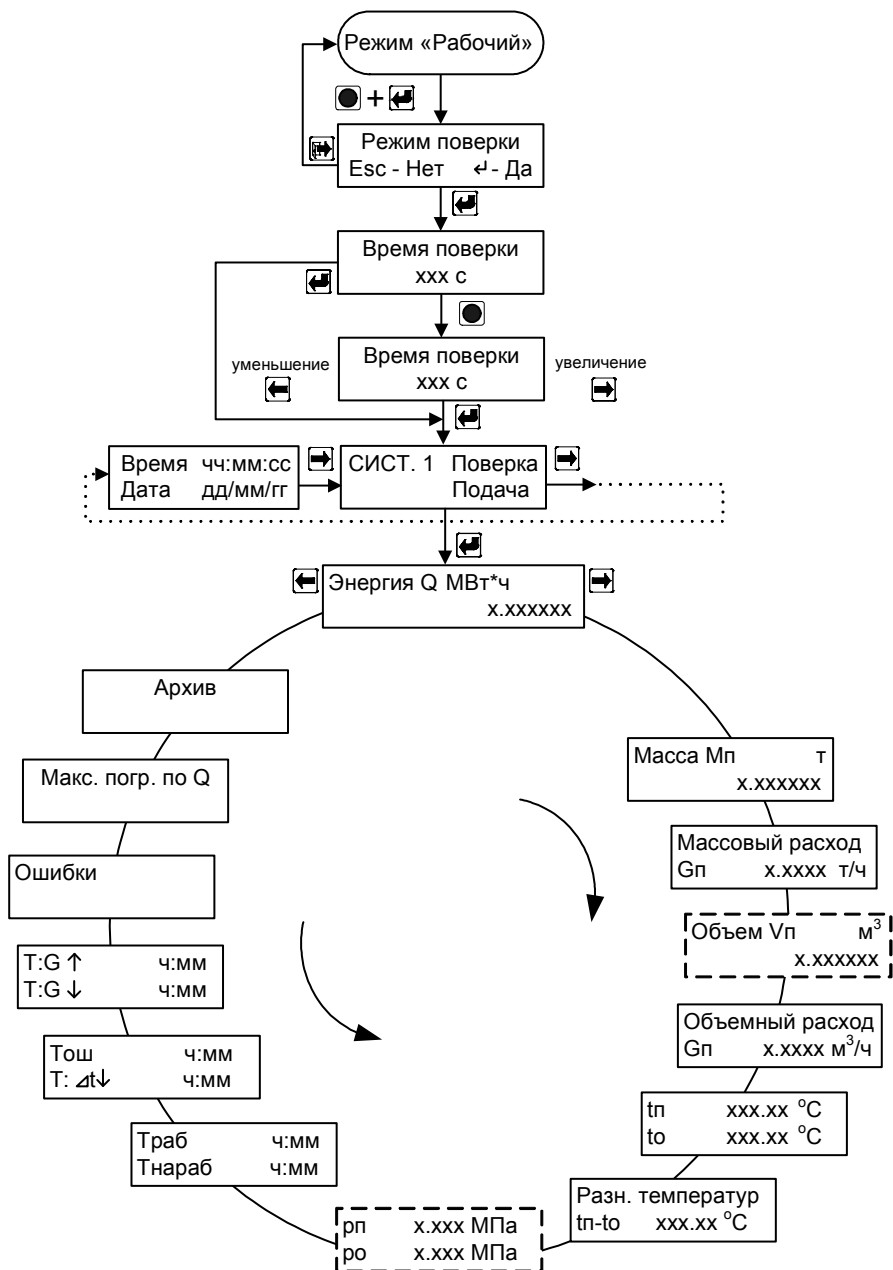

Рис. 7.3
7.4.1 Для входа в режим работы теплосчетчика «Поверка» необходимо, находясь в любом меню режима «Рабочий», **одновременно** нажать кнопки **«служебная»** и **«вход»**. Для выхода из режима поверки необходимо, находясь в любом меню режима «Поверка», **одновременно** нажать кнопки **«служебная»** и **«выход»**. Порядок перехода между окнами режима «Поверка» изображен на Рис. 7.3.